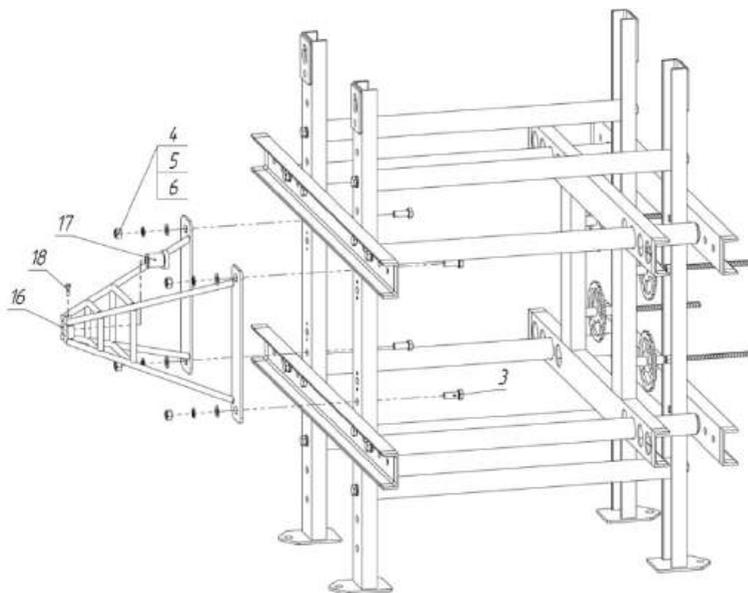

Рис. 4. Установка воронки направляющей
4. Установите воронку направляющую (поз. 16) при помощи комплектным крепежом (поз. 3, 4, 5, 6). Установите втулку (поз. 17) и прижмите ее болтом M10x30 (поз. 18) согласно рис. 4.